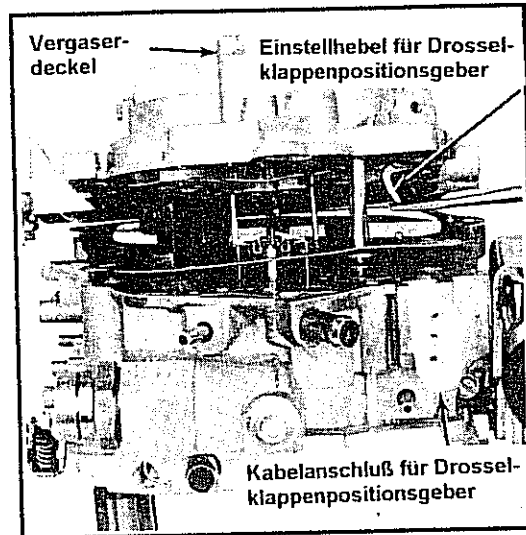

Abb. 2-109 Anheben des Einstellhebels des Drosselklappenpositionsgebers
- Beim Herabsenken des Deckels auf das Schwimmerkammergehäuse den Einstellhebel des Drosselklappenpositionsgebers über dem Drosselklappenpositionsgeber selbst ansetzen und den Stößel der Beschleunigerpumpe durch die Dichtung im Vergaserdeckel leiten. Zur Vereinfachung der Montage einen dünnen Schraubenzieher zwischen der Dichtung am Vergaserdeckel und der Schwimmerkammer einsetzen, um den Einstellhebel des Drosselklappenpositionsgebers über dem Drosselklappenpositionsgeber selbst zu positionieren. Siehe Abb. 2-109.